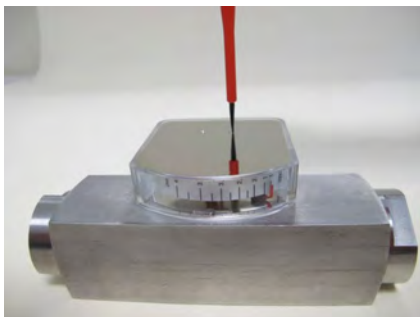

Abb. 38
1. ➤ Befestigungsschrauben der Anzeige-Deckelplatte lösen (Abb. 38)